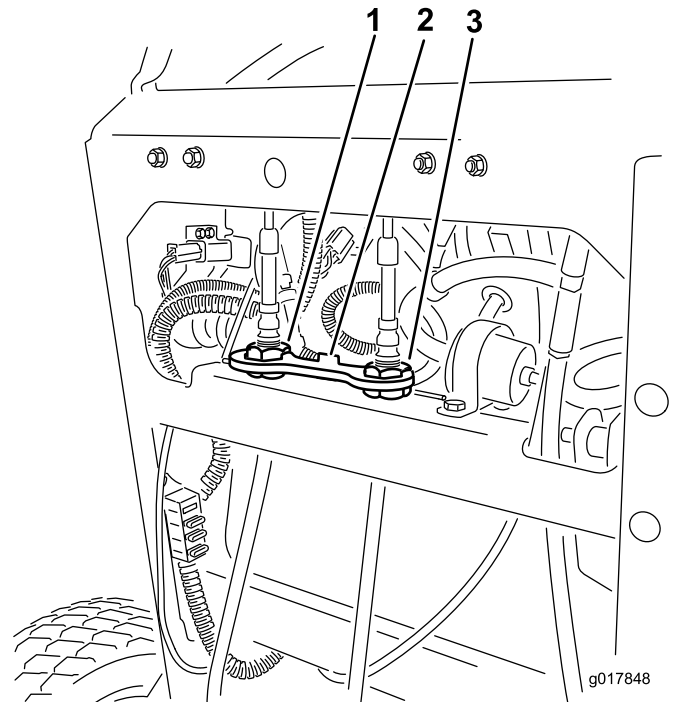

**Figura 73**
**Importante:** Compruebe el avance de la máquina después de ajustar las palancas de control de movimiento. Se utiliza el mismo procedimiento para ajustar la dirección y para alinear las palancas de control de movimiento hacia adelante-atrás (Figura 73).
1. Una vez ajustada la alineación horizontal, compruebe la alineación adelante-atrás empujando ligeramente hacia adelante las palancas de control para eliminar cualquier holgura del acoplamiento de las palancas de control (Figura 73).